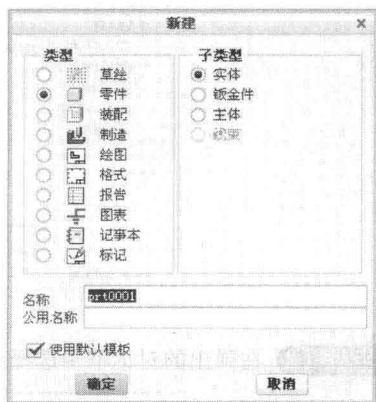

图 1-5 【新建】对话框
步骤 (1) 单击快速访问工具栏中的  【新建】按钮，会弹出【新建】对话框，如图 1-5 所示。